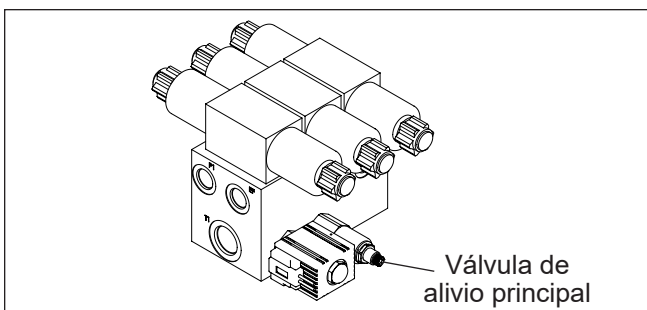

Figura 8.2 — Válvula de alivio principal en válvula de múltiple entrada
- Uno se ubica en la válvula de múltiple entrada (consulte la Figura 8.2).
2. Ajuste la presión del sistema principal en la válvula de alivio del sistema principal de la válvula múltiple de entrada (consulte la Figura 8.2).